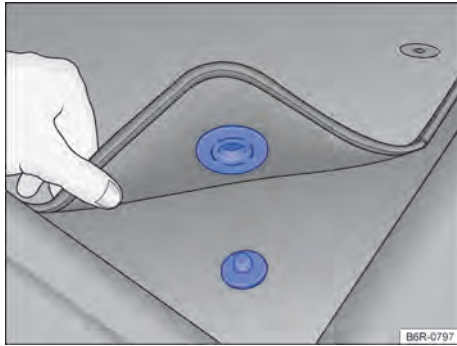

Fig. 19 Alfombra delantera del lado del conductor con fijación al perno de la alfombra.
- ✓ Acomodar bien la alfombra en la zona reposapiés del lado del conductor para que no obstruya la zona de los pedales. La alfombrilla delantera del lado del conductor con fijación en el perno de la alfombra → fig. 19.